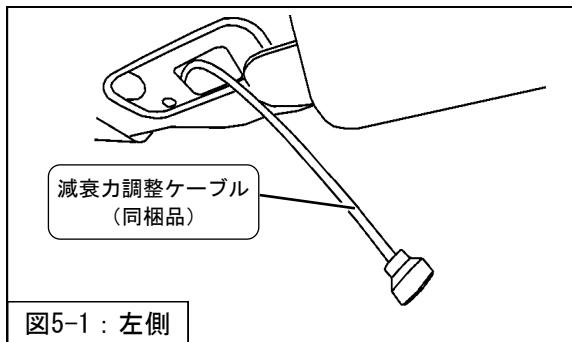
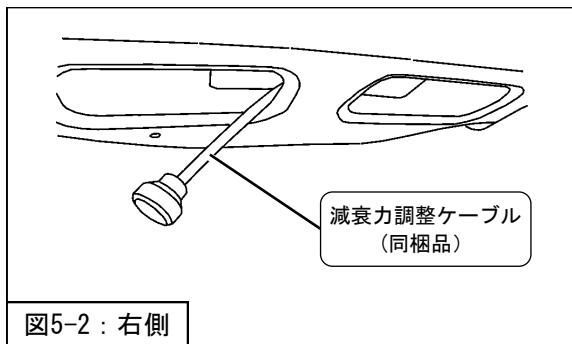

図5-1：左側
図5-2：右側
- 減衰力調整ケーブル（同梱品）をトランク側から室内の穴に通してください。（図5-1・図5-2）